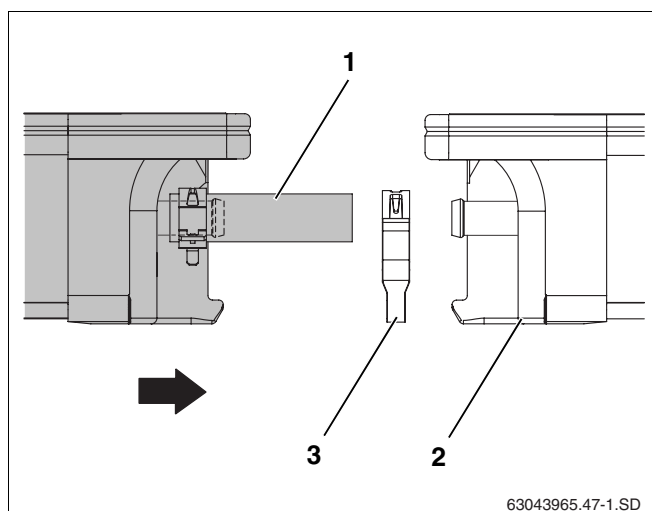

Рис. 46 Придвинуть второй коллектор к первому
- Установить второй коллектор с предварительно смонтированными шлангами (рис. 46, **поз. 1**) на профильные рейки, при этом он должен встать в крепления от сползания.
- Надеть второй пружинный хомут (рис. 46, **поз. 3**) на шланг солнечного коллектора.
- Придвинуть второй коллектор к первому (рис. 46, **поз. 2**) так, чтобы шланги наделись на левые штуцеры первого коллектора.